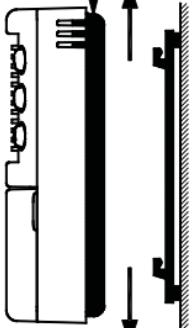

Fig. 1.
1. Sganciare la piastra a muro innestata sotto la base del cronotermostato come indicato in Fig. 1.